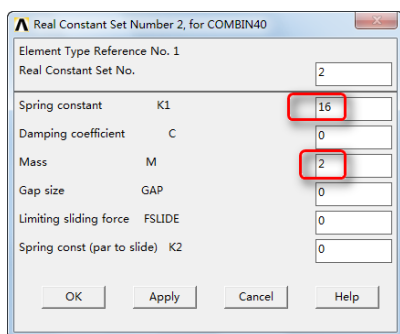

图 14-17 “Real Constants Set Number 2, for COMBIN40”对话框（定义 K1, M2）
⑥在弹出的对话框的“Real Constant Set No.”文本框中输入 2，在“Spring constant K1”文本框中输入 16，在“Mass M”文本框中输入 2，如图 14-17 所示，单击“OK”按钮。接着单击“Real Constants”对话框的“Close”按钮关闭该对话框，退出实常数定